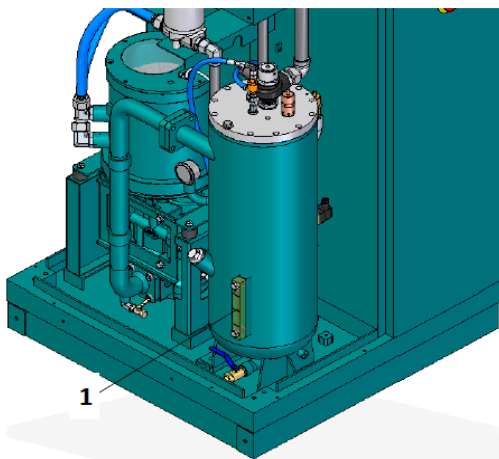

图 29：检查观油镜中的冷却液液位
7. 检查观油镜中的冷却液液位(图 29/1)，若有需要请依照(第 43 页 第7.4.3章「查看冷却液液位/添加冷却液」)所述添加冷却液。